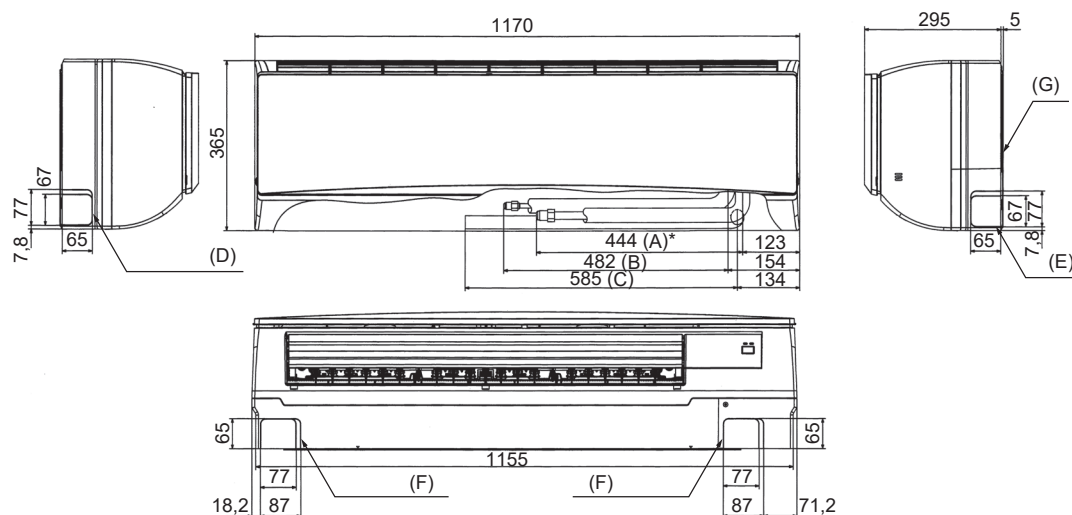

Fig. 4-3
4.4. Colocação das tubagens de refrigerante e de drenagem (Fig. 4-3)
- (A) Tubo de gás * Indica o estado com os acessórios montados.